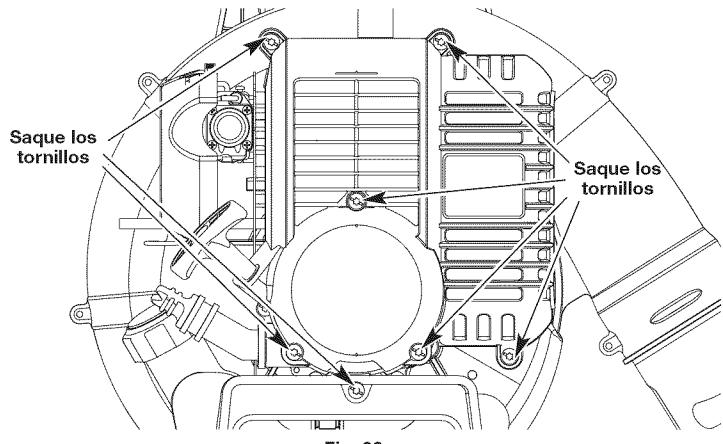

Fig. 30
1. Quite los siete (7) tornillos de encima de la tapa del motor con un destornillador de pala o Torx #25 (Fig. 30).
4. Saque la cubierta del motor (Fig. 30).
- Apague el motor y espere que se enfrie. Quite los seis (6) tornillos de encima de la tapa del motor con un destornillador de pala o Torx #25 (Fig. 30).
- Deje enfriar el motor. Quite los siete (7) tornillos de encima de la tapa del motor con un destornillador de pala o Torx #25 (Fig. 30). Saque la bujía de encendido y coloque 5 gotas de aceite de motor de buena calidad en el cilindro. Tire de la cuerda de arranque lentamente para distribuir el aceite. Vuelva a instalar la bujía de encendido.